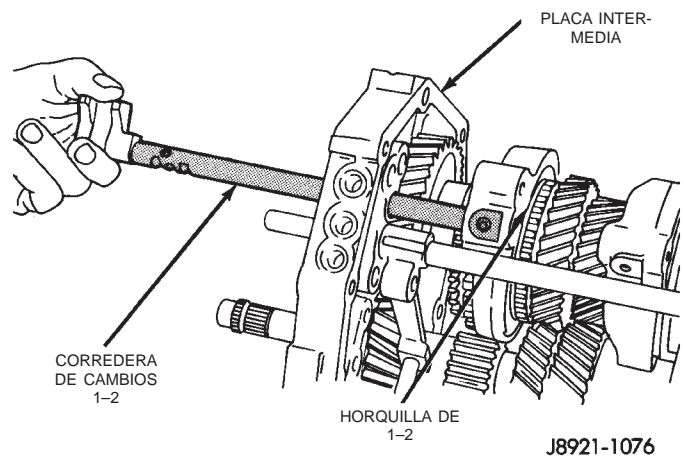

Fig. 74 Desmontaje de la corredera de cambios 1-2
(26) Retire la corredera de cambios 1-2 de la horquilla de cambio 1-2 y la placa intermedia (Fig. 74).